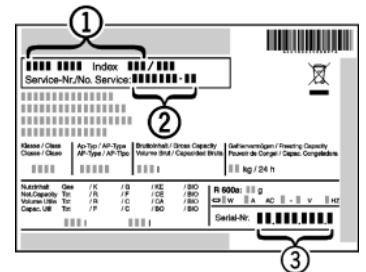

Fig. 63
- ▶ Считать обозначение устройства *Fig. 63 (1)*, сервисный номер *Fig. 63 (2)* и серийный номер *Fig. 63 (3)* с заводской таблички. Заводская табличка находится внутри устройства слева.